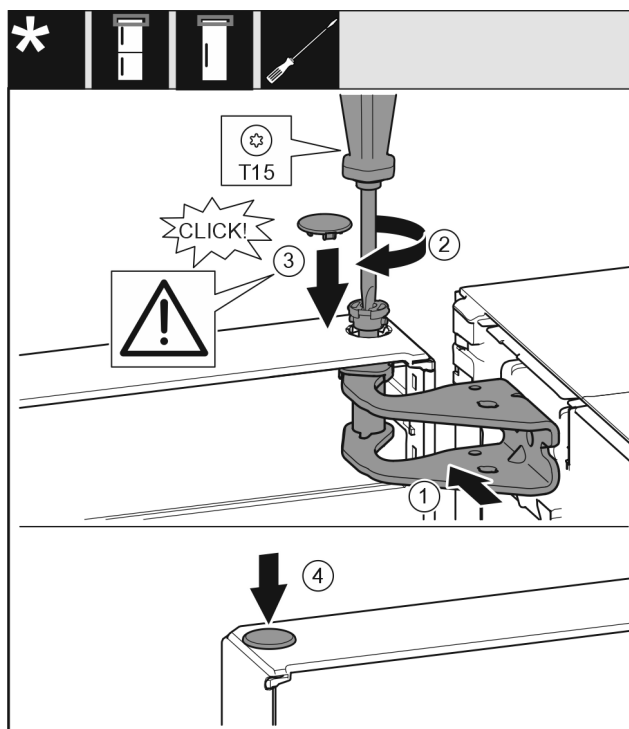

Fig. 20
- ▶ Vrata zgoraj naravnajte k odprtini v ležajnem podstavku. Fig. 20 (1)
- ▶ Vstavite sornik Fig. 20 (2) in ga zategnite z izvijačem.
- ▶ Montirajte varovalni pokrov Fig. 20 (3) za varovanje vrat: Vstavite varovalni pokrov in preverite, če se nalega na vrata. Sicer popolnoma vstavite sornike.
- ▶ Vstavite čep Fig. 20 (4).